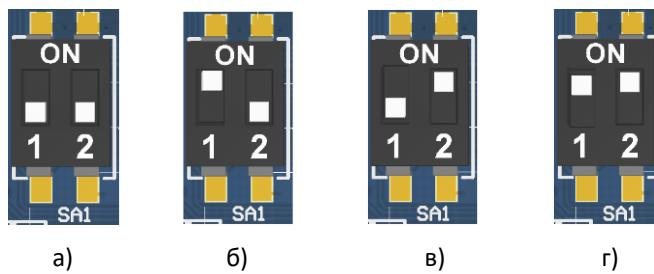

Рисунок 24. Переключатель SA1:
- Переставить тумблер **2** переключателя **SA1** в положение **ON** (см. рисунок 24 пункт в), включить ККТ. При этом будет воспроизведен характерный звуковой сигнал (короткая мелодия). Перейти к пункту 7.
6. Переставить тумблер **1** переключателя **SA1** в положение **BOOT** (см. рисунок 24).
2. Установить на плате блока управления AL.P051.41.000 тумблер **1** переключателя **SA1** в положение **BOOT (ON)** (подробнее см. рисунок 24). Изделие произведет восстановление
3. Включить изделие. Переставить тумблер **1** переключателя **SA1** блока управления в положение **BOOT (ON)** (подробнее см. рисунок 24).